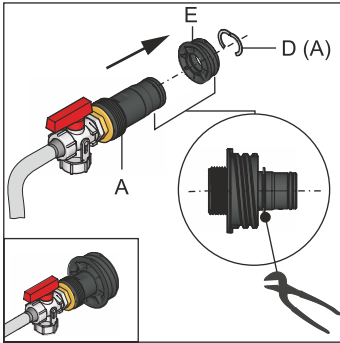

Fig. 59-3 Completamento del raccordo di riempimento KFE
- 1 Inserire il raccordo di riempimento KFE nel raccordo filettato (Fig. 59-3, pos. E) e bloccarlo con il morsetto (Fig. 59-3, pos. D).